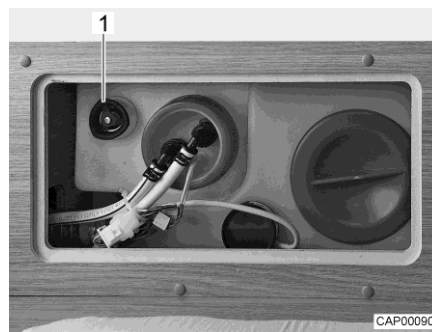

Fig. 119 Réservoir d'eau avec poignée tournante
- Faire tourner la poignée tournante (Fig. 119,1) du réservoir d'eau à fond dans le sens inverse des aiguilles d'une montre au-delà de la résistance pour ouvrir entièrement l'ouverture d'écoulement.